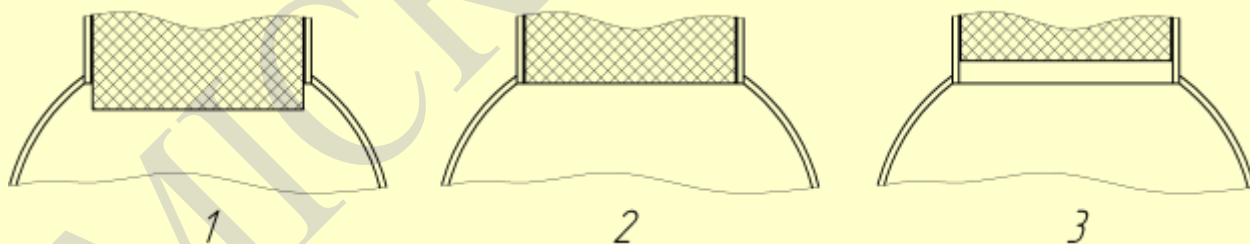

Рис. 3.1. Расположение блока генератора (детектора) и монтажного патрубка на экструдере: 1, 2 — правильно, 3 — неправильно.
- недопустимо образование полостей, в которых масло может задерживаться напротив антенн блока генератора и (или) детектора (см. рис. 3.1);